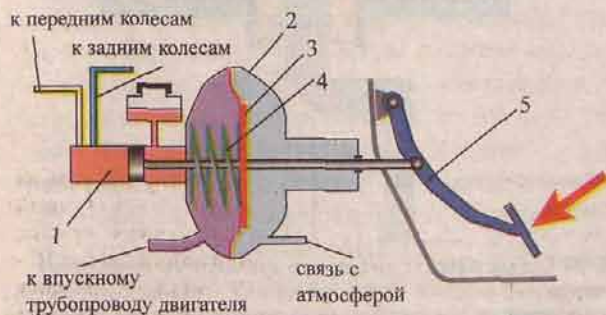

Рис. 52 Схема вакуумного усилителя
**Вакуумный усилитель** (рис. 52) конструктивно связан с главным тормозным цилиндром. Основным элементом усилителя является камера, разделенная резиновой перегородкой (диафрагмой) на два объема. Один объем связан с впускным трубопроводом двигателя, где создается разрежение около  $0,8 \text{ кг/см}^2$ , а другой с атмосферой ( $1 \text{ кг/см}^2$ ). Из-за перепада давлений в  $0,2 \text{ кг/см}^2$ , благодаря большой площади диафрагмы, «помогающее» усилие при работе с педалью тормоза может достигать 30 - 40 кг и больше. Это значительно облегчает работу водителя при торможениях и позволяет сохранить его работоспособность длительное время.